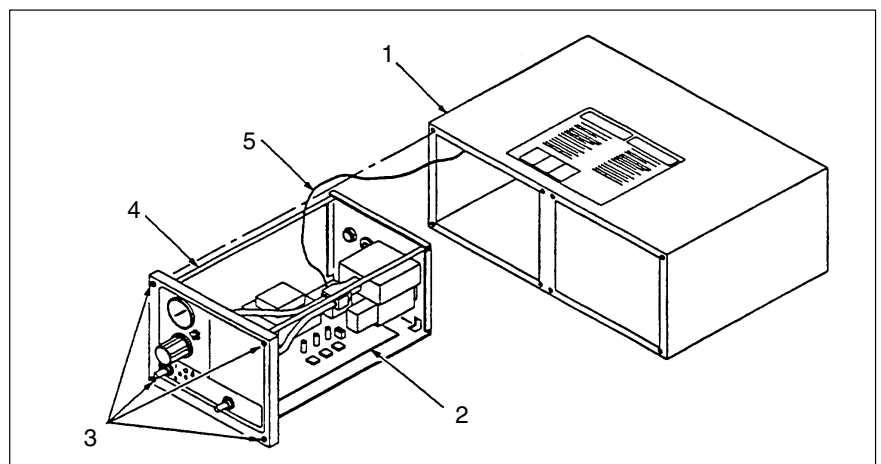

Bild 6-1 Demontering av styrenheten ur kapslingen
2. Se bild 6-1. Lossa de fyra fästskruvarna (3), som fäster styrenheten (4) i kapslingen (1).
3. Skjut ut styrenheten ur kapslingen. Koppla loss jordledaren (5) mellan kapslingen och styrenheten.